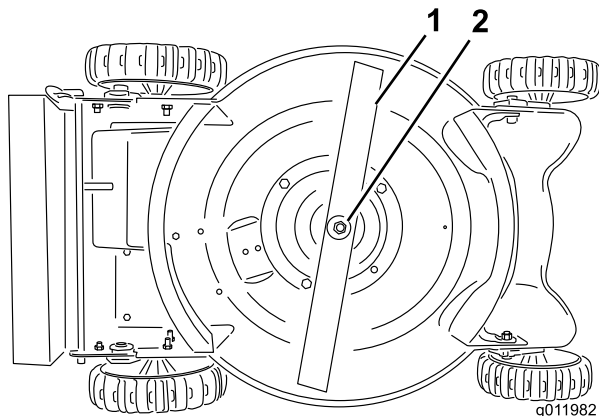

Figure 14
4. Déposez la lame en tournant le boulon dans le sens antihoraire (Figure 14).